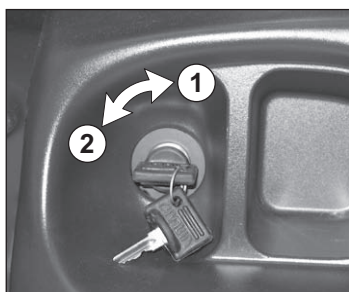

Fig. 17 Nøgleafbryder*
1. Drej nøgleafbryderen over på SLUK 2 (se fig. 17).